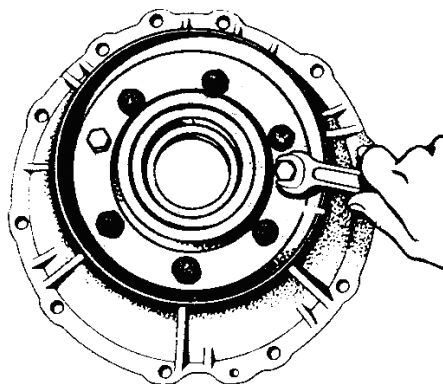
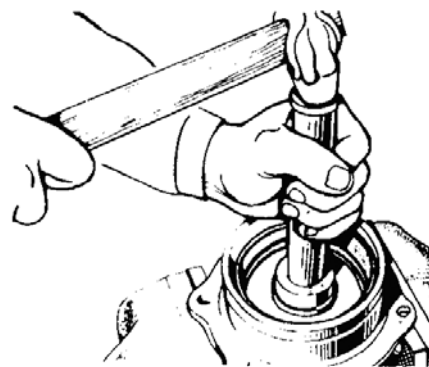

Рис. 3. Выпрессовка стакана подшипников.
Рис. 4. Выпрессовка внешних обойм из стакана подшипников редуктора конечной передачи.
3). Заменяя подшипники фланца диска из-за разрушения или предельного износа сепараторов, беговых дорожек, обойм и т.п., выпрессовывают внешние обоймы (рис. 4).
При свободном выходе внешней обоймы подшипника № 7212 из своего гнезда подшипник заменяют, но предварительно измеряют диаметр его посадочного места. При внутреннем диаметре более 110,14 мм заменяют стакан подшипников. Его выпрессовывают монтажными болтами (рис. 3). Заменяя подшипники фланца диска из-за разрушения или предельного износа сепараторов, беговых дорожек, обойм и т.п., выпрессовывают внешние обоймы (рис. 4).